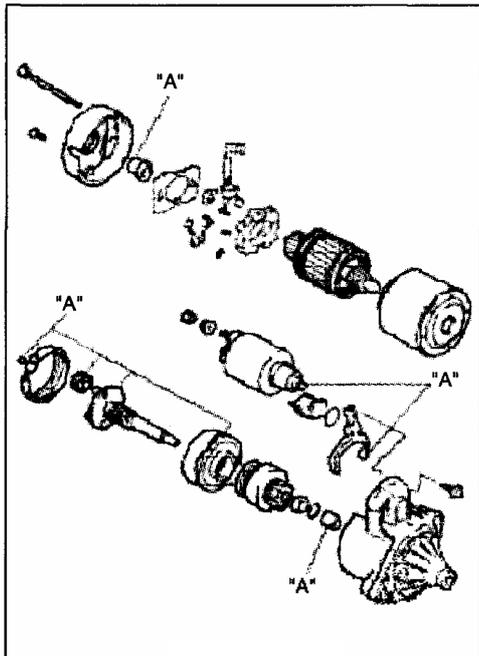

Рис. 199
2) Нанесите смазку на места «А», показанные на рисунке (Рис. 199).